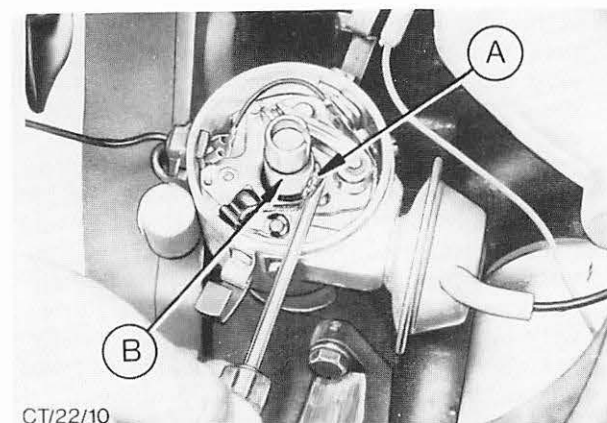

Abb. 6 Verteilernocken schmieren
- b) Verteilernocken mit Heißlagerfett nach Spezifikation ESF-M1C66-A schmieren. Abb. 6.